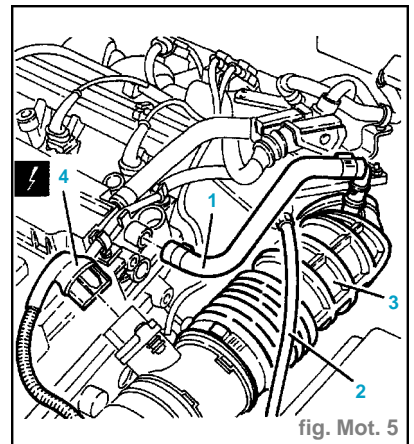

fig. Mot. 5
- Déconnecter du cache-culbuteurs le tube de remise en circulation des vapeurs d'huile (1) (fig. Mot. 5).